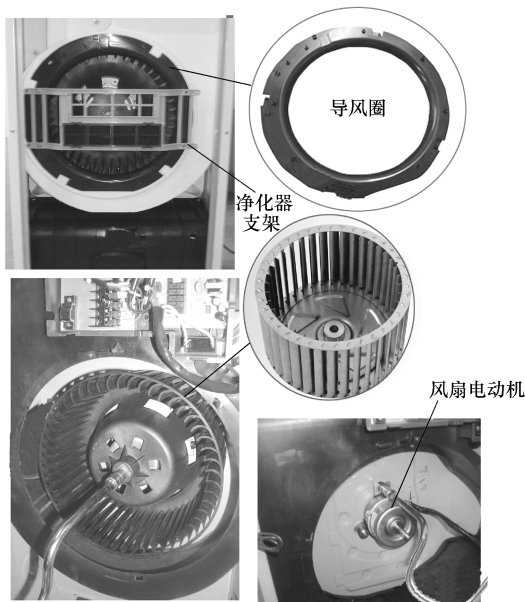

图 5-29 导风圈和离心风轮及风扇电动机的拆卸
8) 导风圈和离心风轮及风扇电动机的拆卸。先将净化器支架取下，再按逆时针方向旋转导风圈到一定位置，即可取出导流圈；拧下离心风轮中间的螺母及风轮固定卡，即可拆下离心风轮；拧开接地线螺钉，拧开电动机固定螺母，即可取下风扇电动机。导风圈和离心风轮及风扇电动机的拆卸如图 5-29 所示。